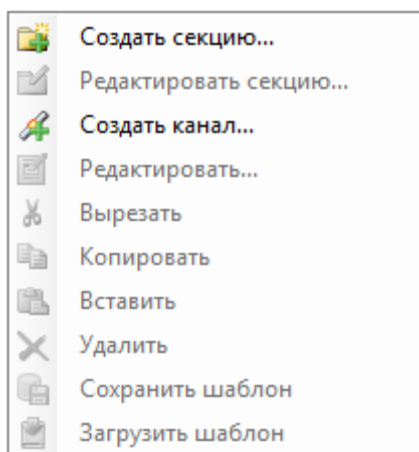

Рисунок 3.31 – Модуль **MBMRTU**Server (Slave). Общий вид контекстного меню
- 3 Вызвать контекстное меню и выбрать соответствующую команду (рисунок 3.31).